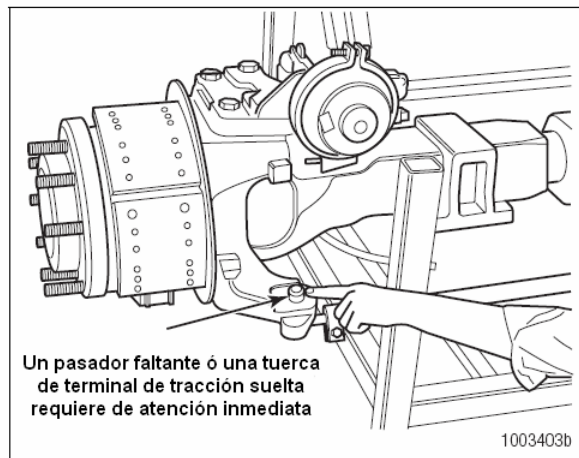

Figura 5.10
• **Si un pasador falta:** Verifique la especificación de la torsión de la tuerca. Instale un nuevo pasador. Siempre ajuste la tuerca de la terminal de tracción a 300 lb-ft (407 N«m) cuando instale el pasador. Figura 5.10